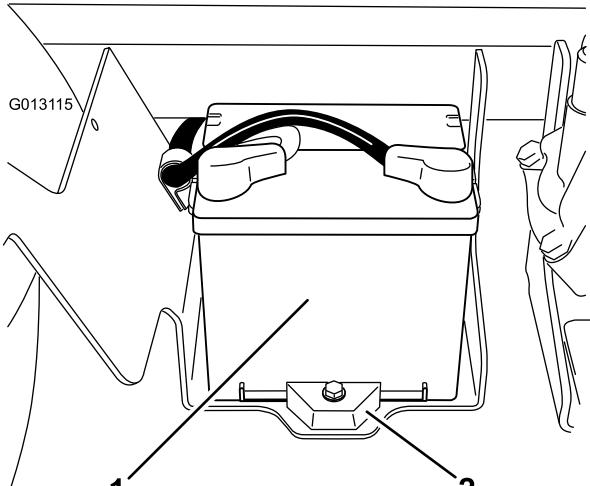

Figura 53
2. Allentate le manopole ai lati della cassetta della batteria e togliete il coperchio della batteria (Figura 53).
Togliete la cinghia della batteria e i dispositivi di fermo (Figura 53).
2. Montate la cinghia della batteria e fissatela con i dispositivi di fermo toliti in precedenza (Figura 53).
4. Montate il coperchio della batteria e fissatelo con le due manopole (Figura 53).
1. Allentate le manopole ai lati della cassetta della batteria e togliete il coperchio della batteria (Figura 53).